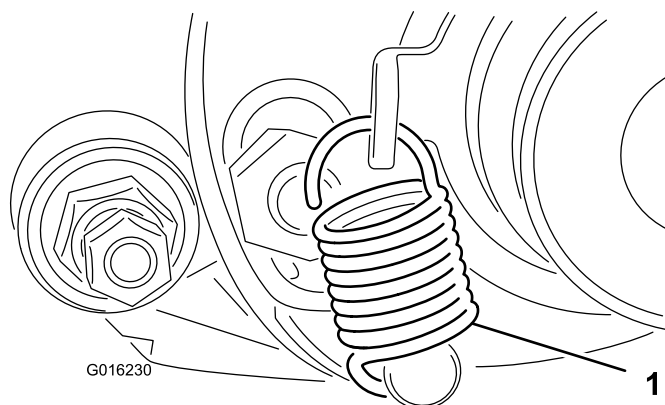

Figura 13
29. Rode a polia intermédia até que a mola da alavanca de mudanças seja encaixada no furo do suporte da polia e no pino como se mostra na Figura 13.